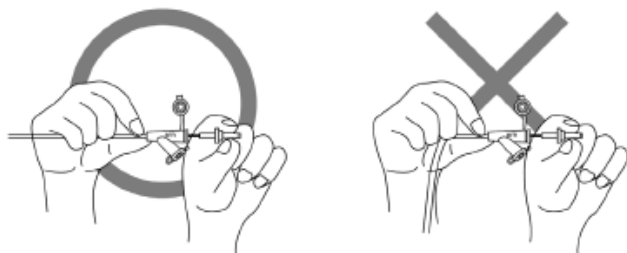

図3
- *・カテーテルチップコネクタ近くでチューブが折れ曲がった状態でスタイレットを引き抜かないこと。(図3参照)
スタイレットは、カテーテルチップコネクタのチューブを真つ直ぐにした状態でゆっくりと引き抜くこと。(図3参照)